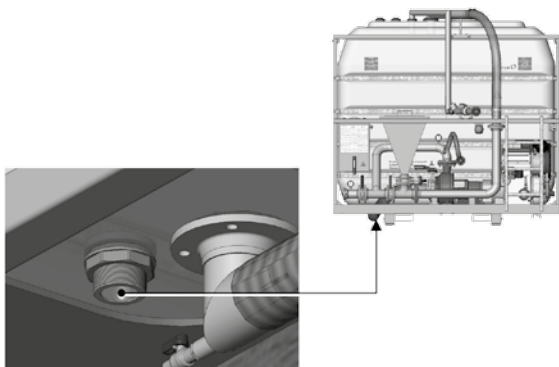

Abb. 33 Auslassöffnung in der Tankunterseite
6. Übriggebliebene Bohrspülung aus dem Tank ablassen. Dazu den Stopfen an der Auslassöffnung links in der Tankunterseite herausdrehen (Abb. 33).
14. Auslassöffnung an der Tankunterseite (Abb. 33) wieder mit dem Stopfen verschließen.
2. Restflüssigkeit aus dem Tank ablassen (siehe Abschnitt 4.6, Punkt 6, und Abb. 33).